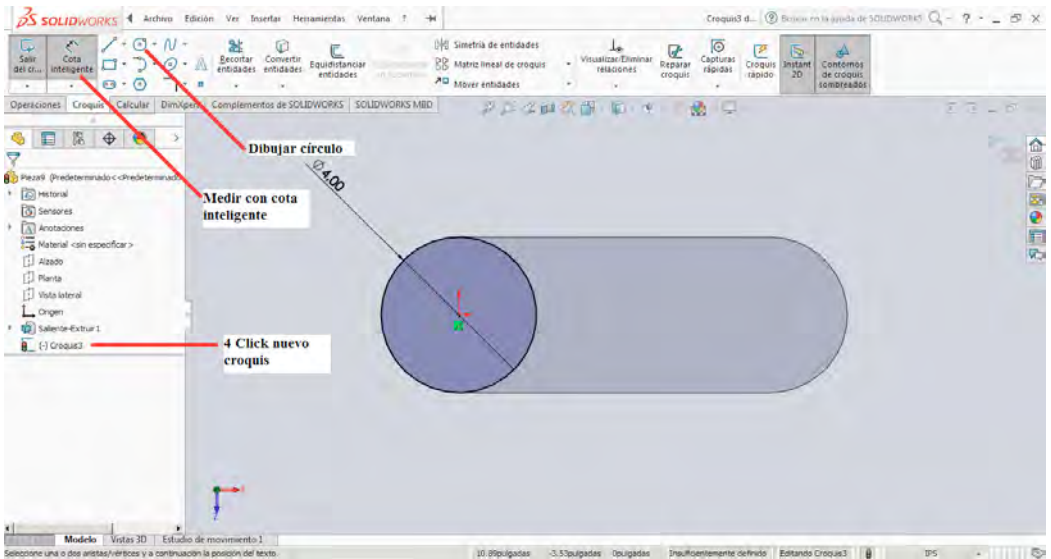

Figura 3-36
4. En la parte superior del sólido obtenido se crea un nuevo croquis, con el fin de realizar un dibujo haciendo uso de la herramienta **Círculo**, en la figura 3-36 se muestran el valor del círculo creado y el resultado final.